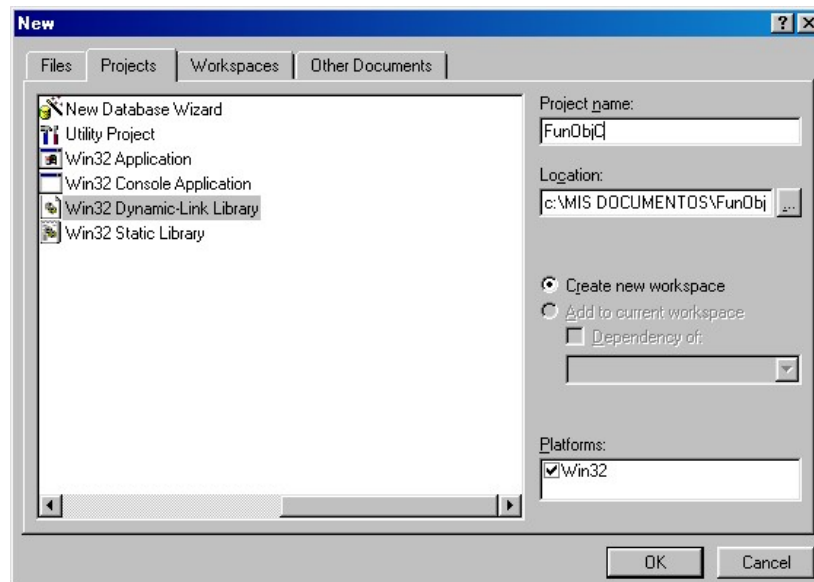

Figura 1.11.1. Cuadro de diálogo “New - Projects” de Microsoft Visual C++ 6.0.
4. Asígnele como nombre del proyecto (Project name) FunObjC y ubíquelo (Location) en algún lugar de su preferencia, como se muestra en la figura 1.11.1.